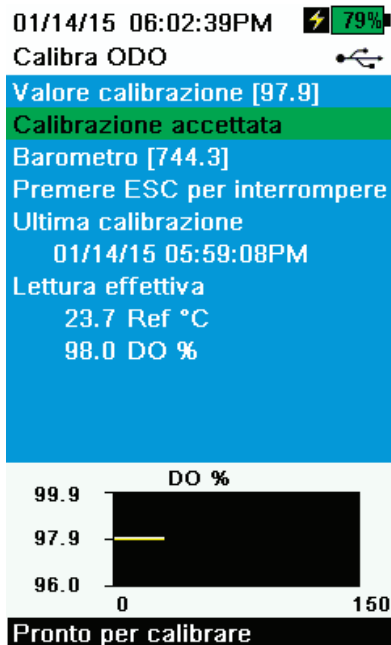

Figura 47 Calibra ODO %
6. Osservare le letture delle misure effettive per la stabilità (la linea bianca sul grafico non mostra alcun cambiamento significativo per 40 secondi), quindi selezionare **Accetta calibrazione** (Figura 47). "Calibrazione riuscita!" sarà visualizzato nell'area dei messaggi.